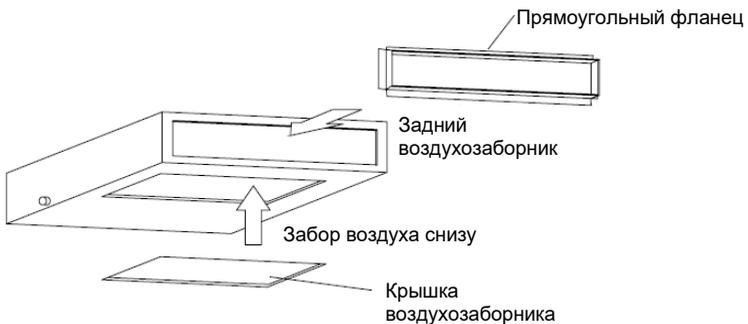

Рис. 11
- а. Прямоугольный фланец воздухозаборника обычно установлен на задней части агрегата, а нижний воздухозаборник закрыт (см. рис. 11).